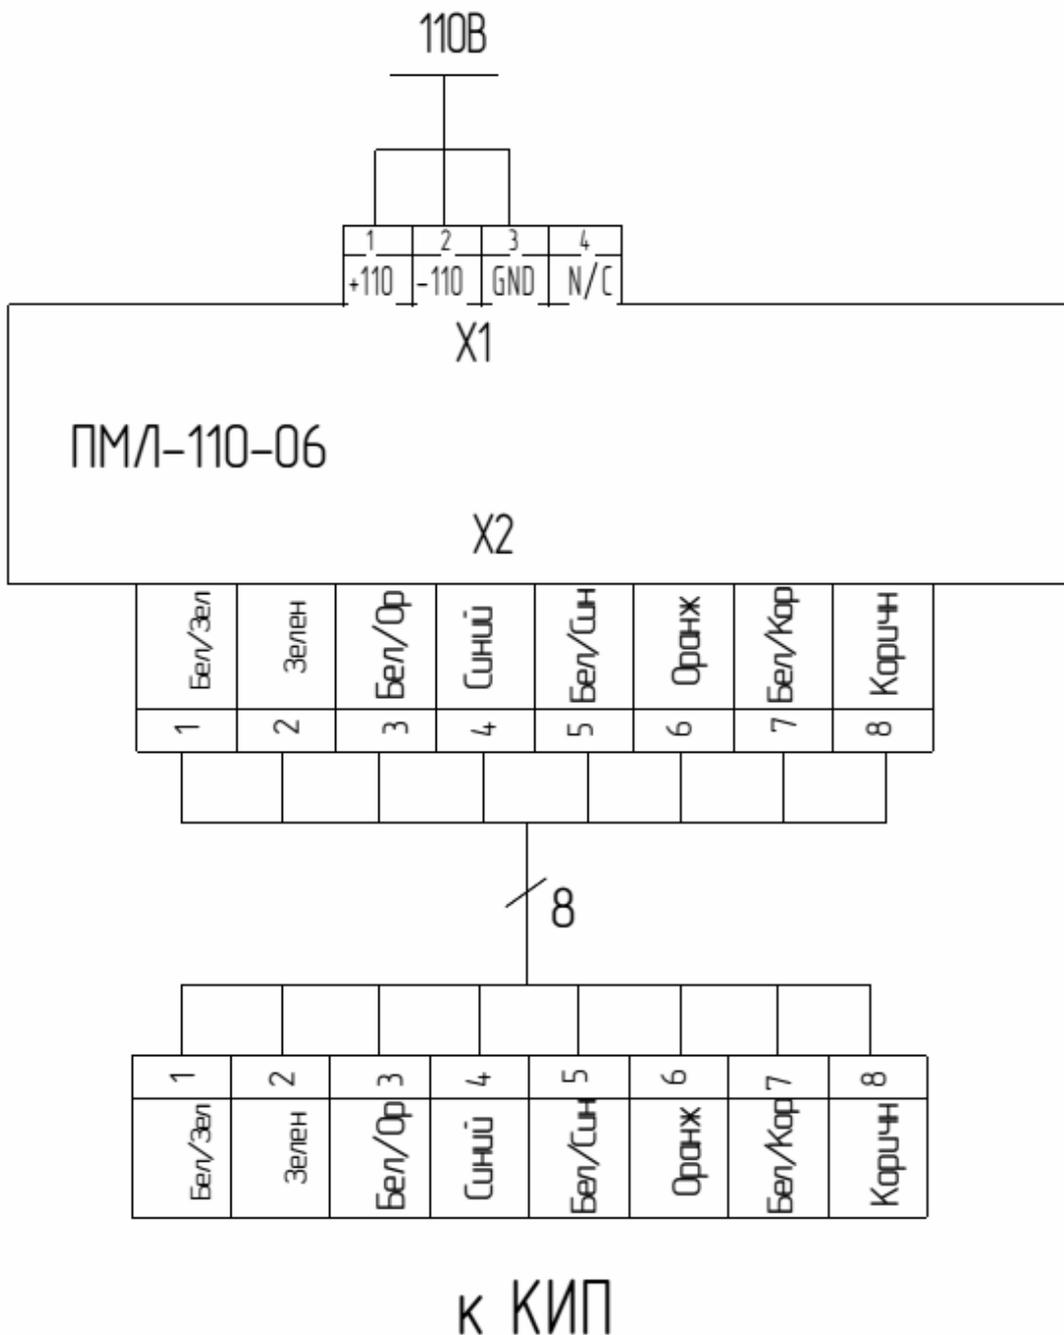

Рис.2 Подключение ПМЛ 110-06
4.2.1 Для присоединения панели к КИП, необходимо использовать 8-ми жильный кабель, предназначенный для промышленных сетей Ethernet. Длина кабеля не должна превышать 50 м. Для присоединения кабеля к панели на одном из его концов должен быть установлен соединитель типа - вилка Harting арт. 09451151520 (из комплекта поставки панели). Для присоединения кабеля к КИП должен быть установлен соединитель типа - вилка Harting арт. 09451511520 (из комплекта поставки КИП). Установка соединителей на кабель осуществляется в соответствии с цветовой маркировкой жил, согласно рис. 2.
4.2.2 Для подключения питания к панели (см. рис.2), необходимо использовать провода с сечением жил от 1 до 2.5мм² на которые смонтированы корпус разъема Harting арт. 1920 0031421 и контактная вставка арт.09 20 003 2711 (из комплекта поставки панели маршрутной). Концы проводов предварительно должны быть зачищены на 6⁺¹мм и облужены.